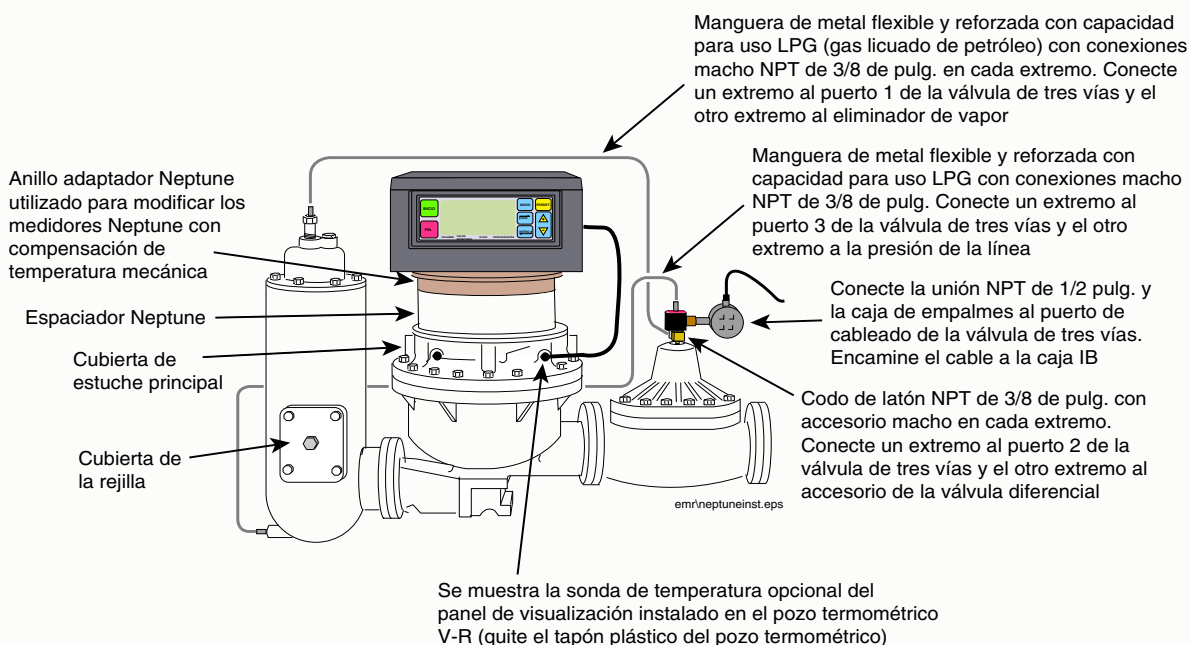

Figura 10. Ejemplo de la instalación de la sonda de temperatura en la cubierta de la caja principal
5. Retire el registrador medidor mecánico y los cuatro (4) pernos del compensador de temperatura. Saque el conjunto de engranaje del compensador.
7. Coloque el adaptador V-R (N/P 328159-003) sobre la parte superior del espaciador e instálelo usando los cuatro (4) pernos (N/P 510500-325) con sus arandelas [vea la figura 10].